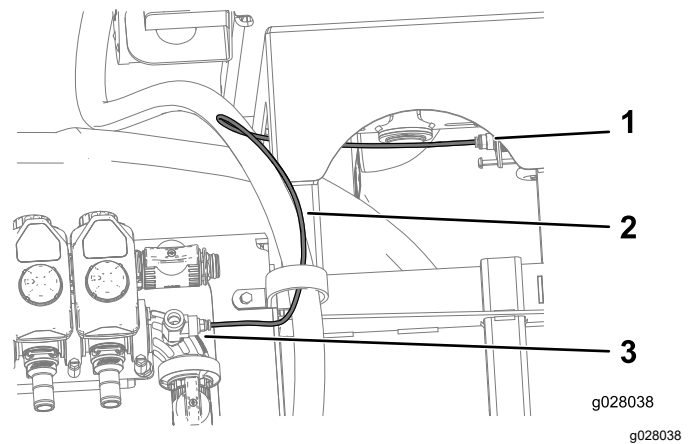

Figura 38
4. Ligue o tubo do transdutor de pressão ao acoplamento na união em T no cotovelo a 90° e ao acoplamento no indicador da pressão (Figura 38).